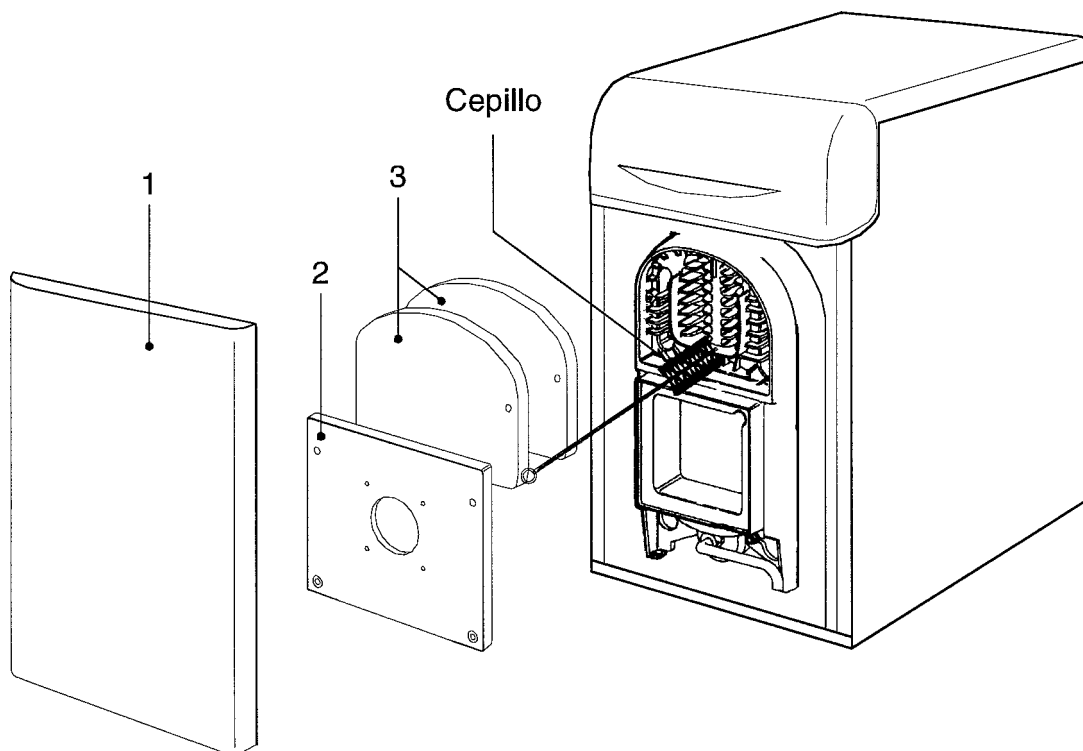

Fig. 11
- quitar los paneles 1, 2 e 3 fig. 11);